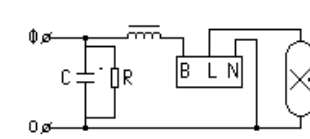
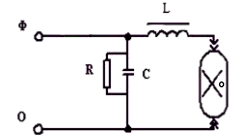

Рисунок 2
Рисунок 3
5.1 Светильник устанавливают на трубу диаметром 50...60 мм **рассеивателем вверх** (Рисунок 3) «Разрешенные пространственные положения установки светильника серии ЖТУ/ГТУ/РТУ/НТУ/ДТУ06 Адонис» и закрепляют тремя болтами М6 (поз.1 Рисунок 2) с усилием затяжки 2,5-3,0 Н.м.
5.3 Подключение проводов сети производится к клеммной колодке согласно схеме включения (рисунок 2 или 3), предварительно зажав их пластмассовой планкой при помощи винта. Заземляющий провод подсоединить к защитному зажиму на панели.